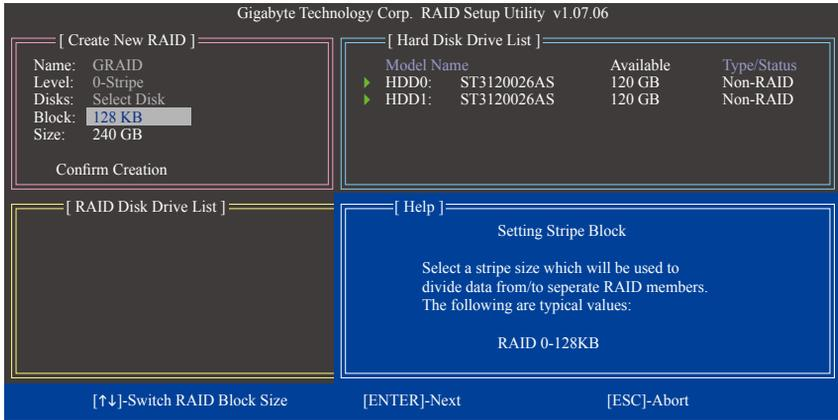

图6
- 设定磁盘窗口大小(Block): 若选择制作RAID 0, 需指定磁盘窗口大小。以<↑>或<↓>键选择需要的磁盘窗口大小(图6), 可调整大小从4 KB至128 KB。完成后请按<Enter>键。